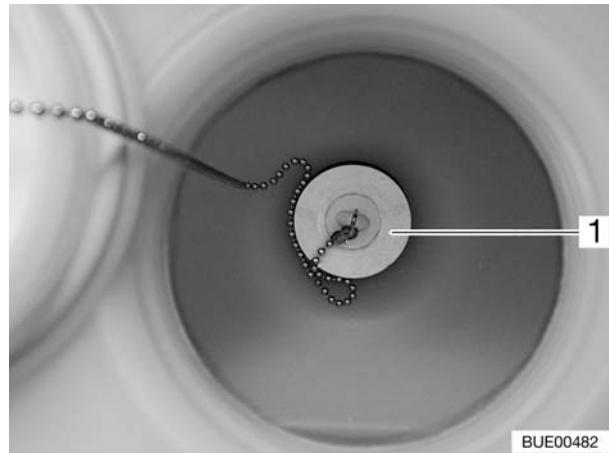

Fig. 91 Serbatoio dell'acqua, tappo di chiusura
- Chiudere l'apertura di scarico nel serbatoio dell'acqua con il tappo di chiusura (Fig. 91,1) in dotazione.